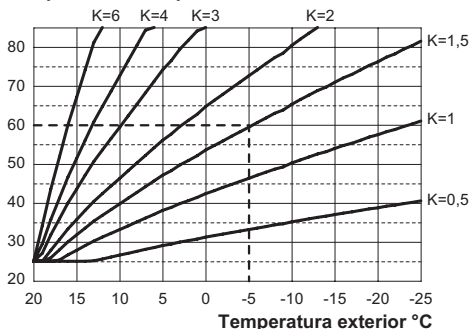
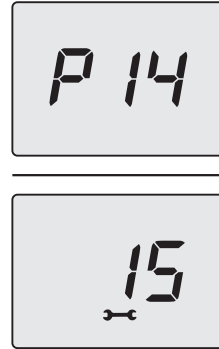

Figura 5.32
Figura 5.38
Si la caldera **TIENE CONECTADO** el control remoto (opcional), consulte la Figura 5.32.
Cuando se instala la sonda externa, es necesario ajustar este parámetro en función del rendimiento de la instalación de calefacción para optimizar la temperatura de impulsión (Figura 5.32).
Ej. para obtener una temperatura de impulsión a la instalación de calefacción de 60 °C con una temperatura exterior de -5 °C, se debe definir un K de 1,5 (línea discontinua en la Figura 5.32).
- Utilizando los botones 13 o 15 se puede modificar el valor del parámetro 14 desde un mínimo de **00** hasta un máximo de **60** de acuerdo con la curva seleccionada para el coeficiente K en la Figura 5.32 (el valor que aparece en el display, en la Figura 5.38, equivale a **K = 1,5**).